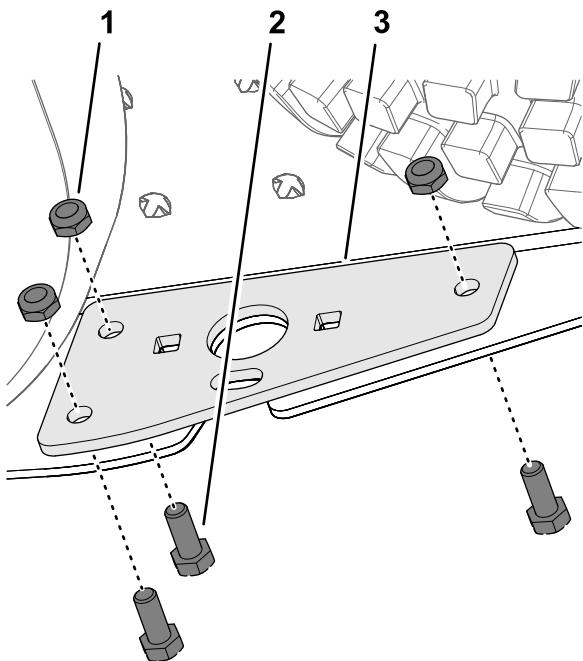

Рисунок 9
6. Установите шарнирный кронштейн на подножку (Рисунок 9) с помощью 3 болтов с шестигранными головками ($5/16 \times \frac{3}{4}$ дюйма) и 3 контргаек ($5/16$ дюйма).